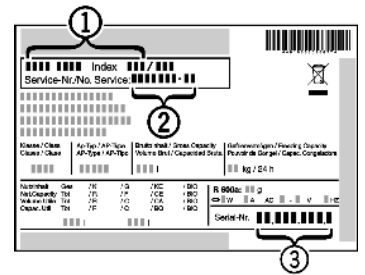

Fig. 36
- ▶ Наименование устройства Fig. 36 (1), сервисный № Fig. 36 (2) и серийный № Fig. 36 (3) считайте с заводской таблички. Заводская табличка находится внутри устройства слева.
- ▶ Обратитесь в сервисную службу и сообщите вид неисправности, наименование устройства Fig. 36 (1), сервисный № Fig. 36 (2) и серийный № Fig. 36 (3).